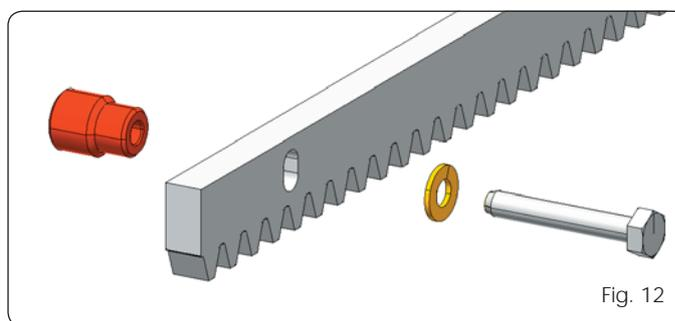

Fig. 12
**5.4.2 CREMALLERA DE ACERO PARA ENROSCAR (Fig. 12)**